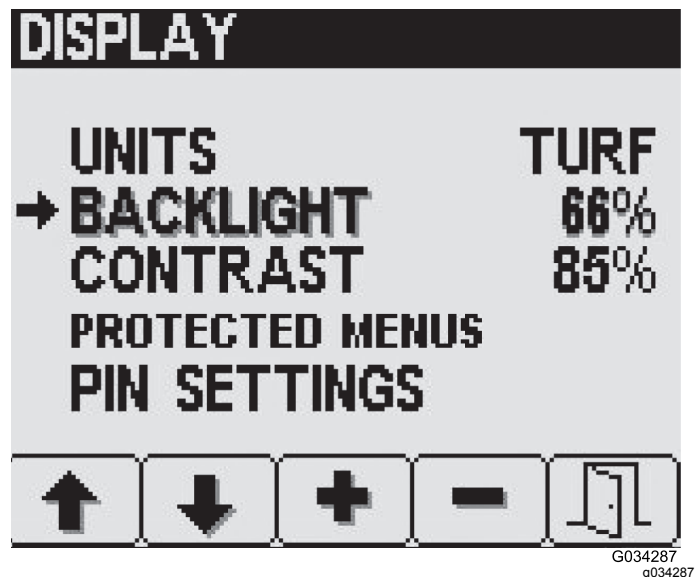

Figura 21
1. Pulse el botón 2 en la pantalla Settings (Ajustes) hasta que llegue a Backlight (Luz de fondo) o Contrast (Contraste) (Figura 21).
2. Utilice los botones 3 y 4 para establecer el valor que desee (Figura 21).